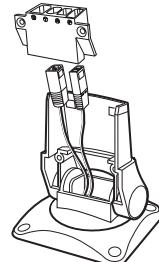

Рис.26:
1. Ввести разъемы кабелей в кабельную муфту. Ячейка кабельной муфты маркованы, чтобы каждому отверстию соответствовал только определенный разъем определенного кабеля (рис.26). Отверстия под разъемы в муфте имеют пазы, чтобы предотвратить неправильную установку разъемов, поэтому не следует прилагать значительную силу для заведения разъёмов в муфту.